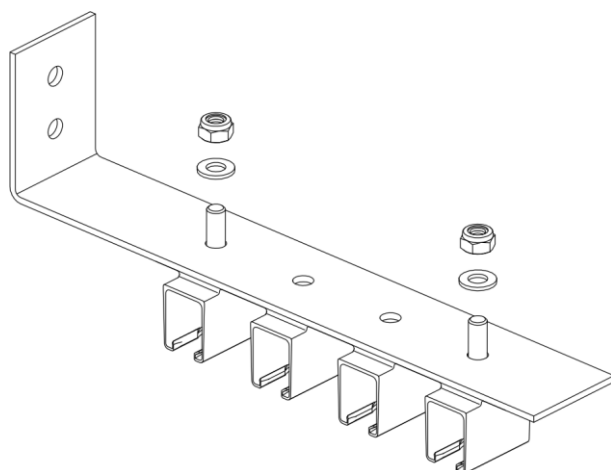
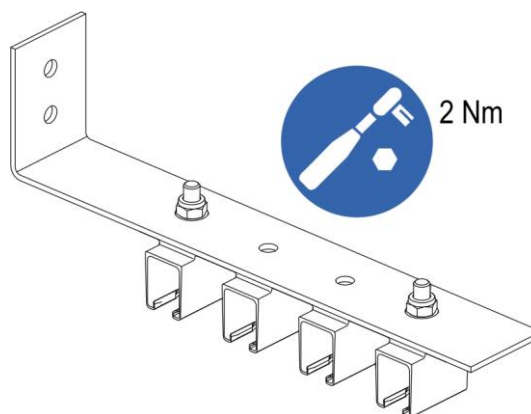

Fig. 70 : Insérer le support de rail compact dans les alésages du rail C
Fig. 71 : Visser le support de rail compact
- Serrer les raccords à vis au couple prescrit (clé de 17 (extérieur), clé dynamométrique : **2 Nm**) avec une clé à six pans creux de 6 (intérieur) (voir Fig. 70 et Fig. 71).